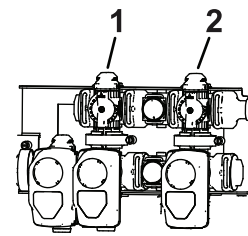

Figura 23
11. Reglai supapa de bypass de agitare (Figura 23) pe partea din spate a supapei de agitare până când valoarea presiunii indicată de manometru este de 6,9 bar.
9. Reglai maneta de bypass seciune principală pentru a controla nivelul de agitare din rezervor (Figura 23).